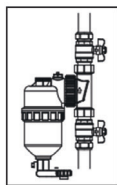

Рис. 6
6. Заполните корпус фильтра рабочей средой, открыв запорные краны. При необходимости удалите воздух с помощью ручного воздухоотводчика, расположенного в верхней части устройства. (Рис. 6)